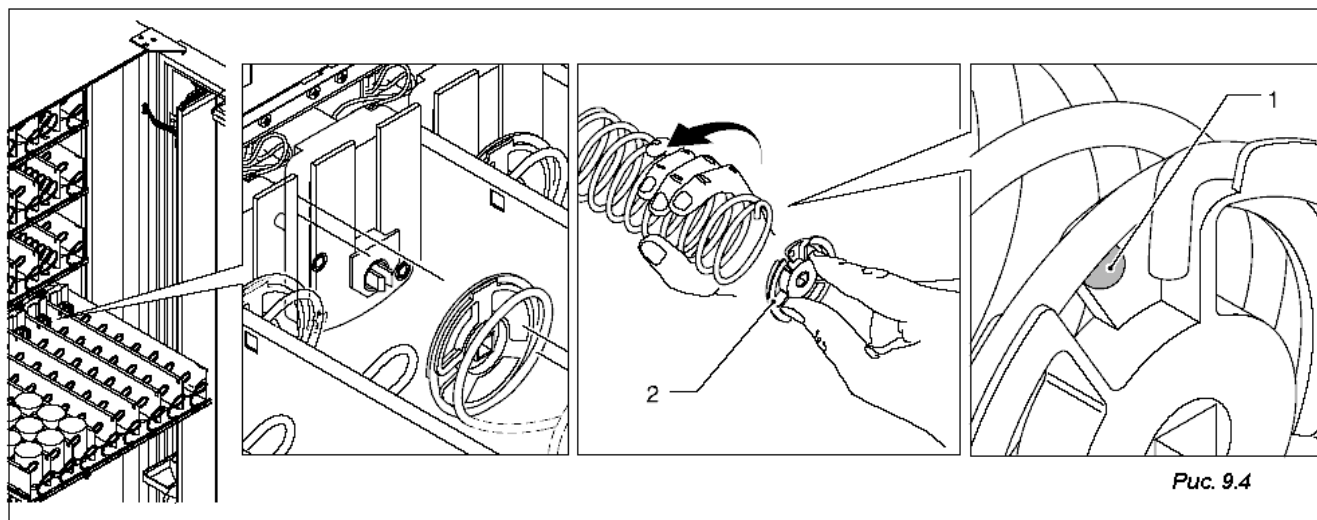

Рис. 9.4
- Поверните спираль по часовой стрелке до момента высвобождения кулачка (Рис. 9.4)
- Заведите спираль за паз на кулачке (Рис. 9.4 поз. 1).
- Вставьте спираль в паз на кулачке (Рис. 9.4 -поз. 2).